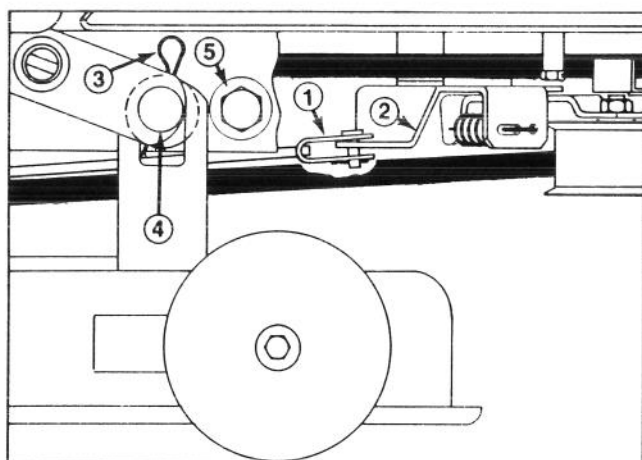

Fig. 14
1. Girate lentamente in senso orario la valvola della miscela del minimo, fin quando si chiude appena (Fig. 14). Non giratela troppo, o la danneggerete.
9. Rimuovete la coppiglia ed il perno con testa che fissano il tirante del freno dell'apparato falciante alla staffa del tenditore (Fig. 14).
10. Rimuovete le due (2) coppiglie e le rondelle che fissano la sede del tosaerba ai perni di montaggio (Fig. 14). Afferrate la sede del tosaerba e spostatela di fianco fin quando scivola fuori dai perni, quindi spostatela in avanti per far sì che gli attacchi anteriori cadano.
5. Rimuovete le viti mordenti, i fermi ed i dadi autobloccanti che fissano gli arresti dell'apparato falciante a ciascun lato del telaio del tosaerba (Fig. 14). Fate scorrere indietro la sede del tosaerba per allentare la tensione della cinghia.